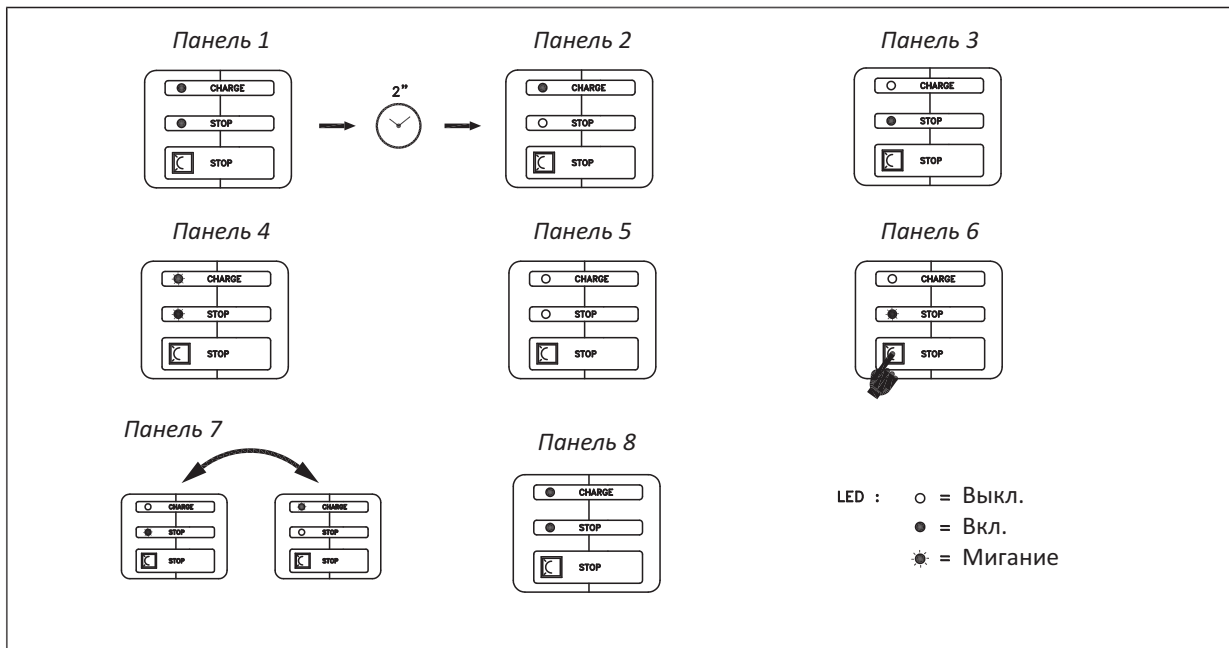

Рис. 1
него дисплея и подключите его к разъему, показанному на Рис. 1.
- наличие сетевого питания; контакты нормально замкнуты, они размыкаются тогда, когда на ЗУ подано сетевое питание и происходит заряд батареи. Эта функция запрещает движение ТС во время заряда батареи (контакты 1 и 7 дополнительного разъема, показанного на Рис. 1.).
- разряженная батарея; контакты нормально замкнуты, они размыкаются тогда, когда напряжение на батарее уменьшается ниже программно установленного значения. Эта функция останавливает ТС, если батарея потеряла более 80% запасенной энергии (контакты 3 и 5 дополнительного разъема, показанного на Рис. 1.